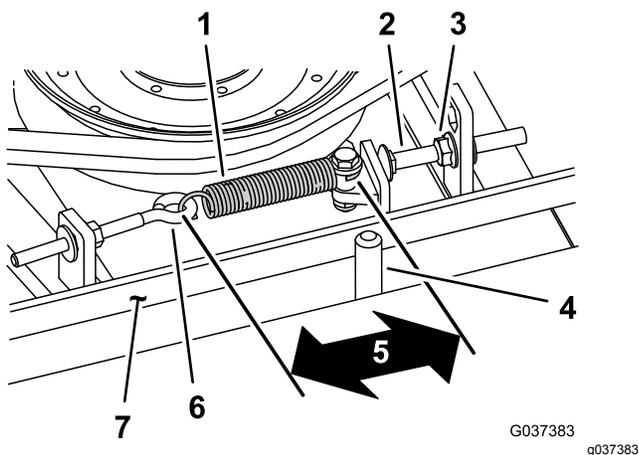

Figura 77
Quando la tensione è corretta, la misura interna della molla di prolunga (da gancio a gancio) deve essere circa 8,3 cm - 9,5 cm. Quando la tensione della molla è giusta, regolate il bullone di arresto (bullone a testa tonda) fino ad ottenere un gioco di 2-5 mm tra la testa del bullone ed il braccio di rinvio (Figura 77).
Nota: Verificate che la cinghia si trovi dal lato molla del guidacinghia (Figura 77).
- Allentate il bullone ad occhio per consentire la rimozione della molla di prolunga (Figura 77).
- Allentate il dado flangiato che fissa il bullone di arresto all'aletta di montaggio e spostate la puleggia tendicinghia dalla cinghia per rilasciare la tensione (Figura 77).
- Collegate la molla di prolunga (Figura 77) al bullone ad occhio e tendete la cinghia come segue: